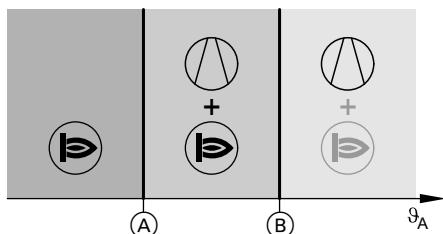

Abb. 11
Die Temperaturgrenze Alternativbetrieb [Ⓐ] (siehe Abb. 11 und 12) wird von der Wärmepumpenregelung berechnet.
Die Temperaturgrenze Alternativbetrieb [Ⓐ] (siehe Abb. 11 und 12) und die Bivalenztemperatur [Ⓑ] (siehe Abb. 11) werden mit „Ausschaltgrenze Wärmepumpe bivalenter Betrieb 7B0F“ und „Bivalenztemperatur externer Wärmeerzeuger 7B02“ fest eingestellt.
Einschaltbedingungen für Bereich ① + ②: Siehe Abb. 11 und 12.
Einschaltbedingungen für Bereich ① + ②: Nur bei bivalent paralleler Betriebsweise, siehe Abb. 11.
Einschaltbedingungen für Bereich ③: Siehe Abb. 11 und 12.